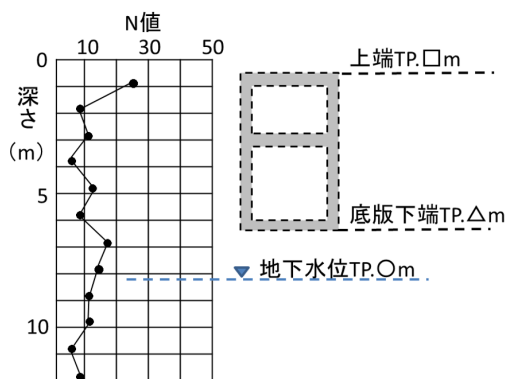

図1 ボーリング柱状図にタンク室断面図を併記した例
- ✧ 図1に示すように、ボーリング柱状図にタンク室断面図を併記すると、設計者が設定した地盤条件が明確となります。このような工夫は、地盤条件確認作業の時間短縮につながるため、できるだけ作成をお願いします。